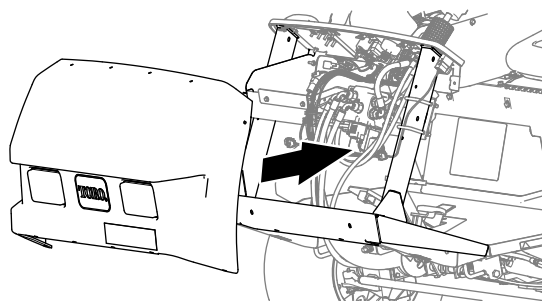

Figura 143
1. Alinee los orificios del capó con los orificios del chasis de la máquina (Figura 143).